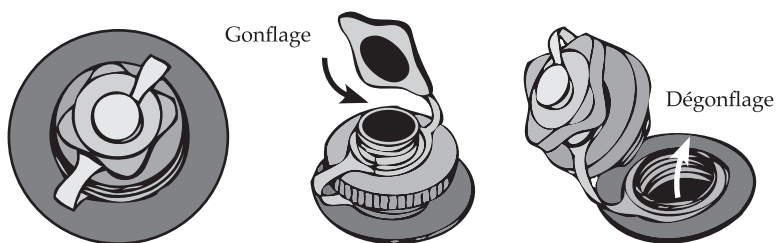

Figure 2. Gonflage / Dégonflage Valve Boston
3. Dévissez le corps de valve sur la chambre 3 (voir la figure 2).